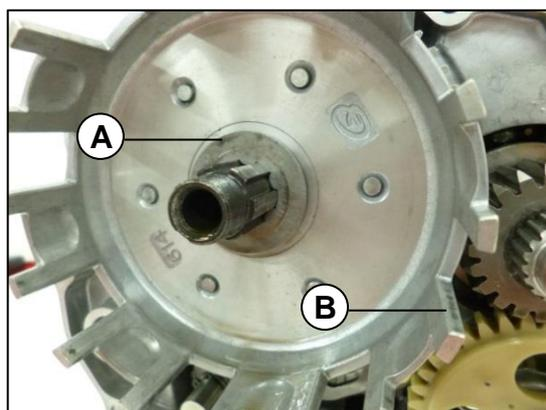

Fig. 08
Remueva la arandela estriada (A) y por último la manzana de clutch (B). **Fig. 08**